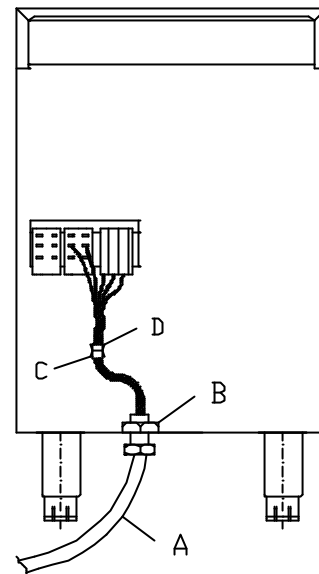

Fig. 6A
- Pasar la manguera (A) por el pasamuros (B) e insertar el conector (C) (Fig. 6A).